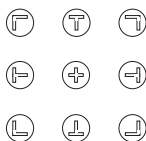

Рис. 21. Кнопки задания фиксированной позиции
- Кнопками установки положения² на пульте ДУ (см. рис. 21). Кнопки позволяют разместить участок увеличения в одну из заранее определённых позиций³.